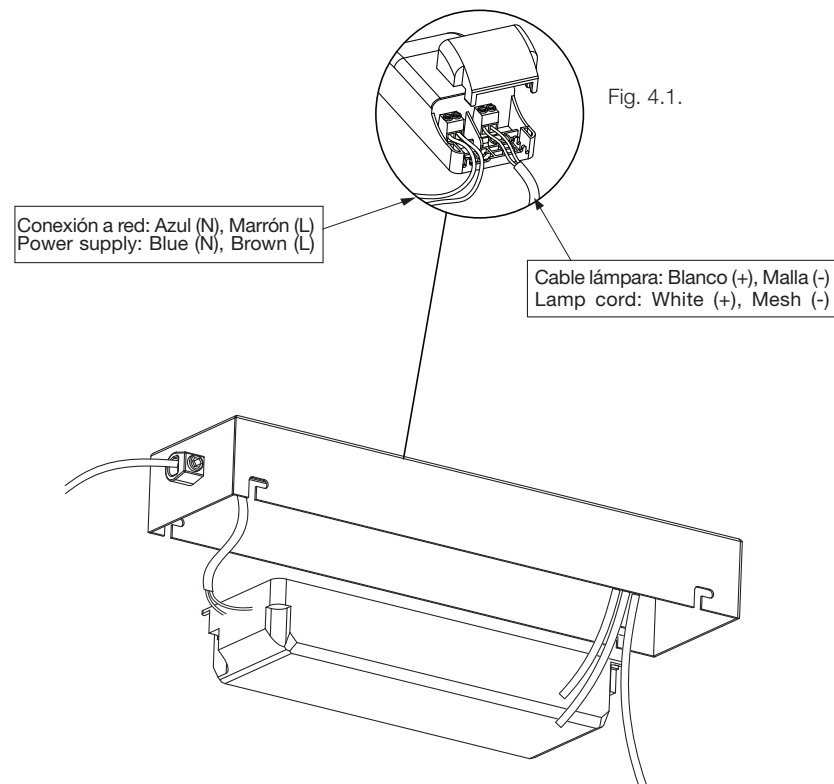

Fig. 4.1.
4. Make the electrical connection in the driver, as shown in figure 4.1.
4. Procédez au raccordement électrique sur le variateur comme illustré sur la figure 4.1.
4. Den elektrischen Anschluss an den Driver herstellen, wie in Abb. 4.1. dargestellt.